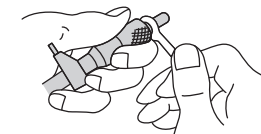

Figura 2
- Se a diferença do ponto de referência for aproximadamente de $\pm 0,01$ mm ou superior (Figura 2)